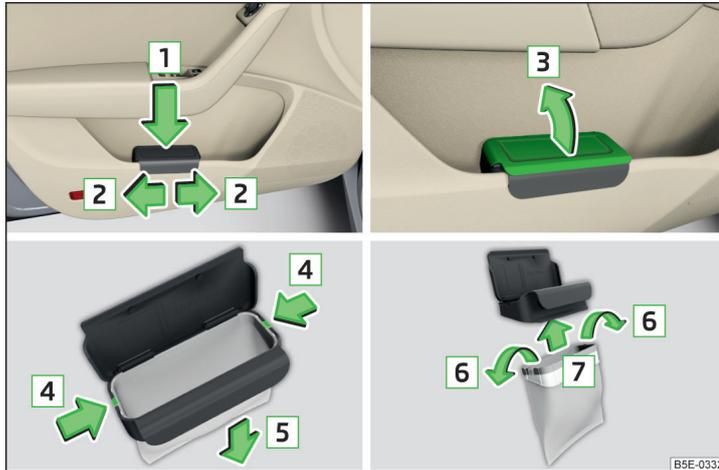

Abb. 88 Abfallbehälter: einsetzen und verschieben / öffnen / Beutel ersetzen
- » Den Abfallbehälter im hinteren Bereich in Pfeilrichtung **1** » Abb. 88 eindrücken.
- » Den Abfallbehälter entgegen der Pfeilrichtung **1** » Abb. 88 herausnehmen.
- » Den Abfallbehälter in Pfeilrichtung **3** » Abb. 88 öffnen.
- » Die beiden Rastnasen des Innenrahmens in Pfeilrichtung **4** » Abb. 88 vom Behälterkörper abdrücken.